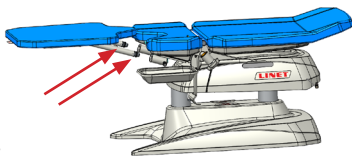

Fig. 1 Montaje de la superficie del paciente
- 2) Inserte las barras guía en los dos orificios del soporte bajo el asiento (Fig. 1)